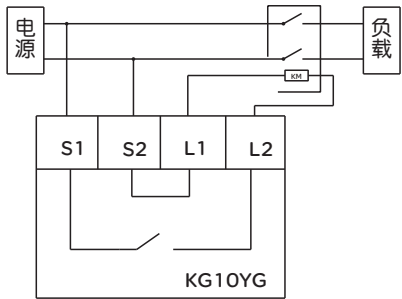

图3 单相扩容控制接线图
- 单相扩容方式被控制的电器是单相供电，工作电流超过本产品的额定值，请采用交流接触器扩容控制方式，接线方式如图3所示。